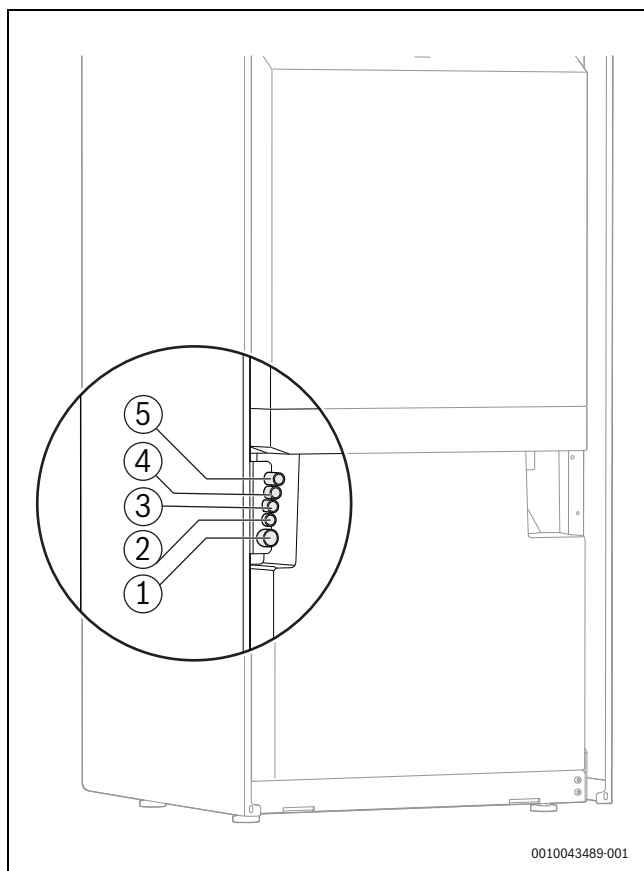

Fig. 25 Vue de derrière : passage du câble de réseau dans l'unité intérieure
- Veiller à la correcte affectation du câble de réseau aux chemins de câbles correspondants (→ figure 25).